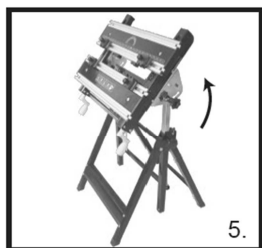

Fig. 4 – Pour serrer
- Tournez les boutons de blocage en hauteur dans le sens des aiguilles d'une montre sur chaque jambe pour serrer (fig. 4).